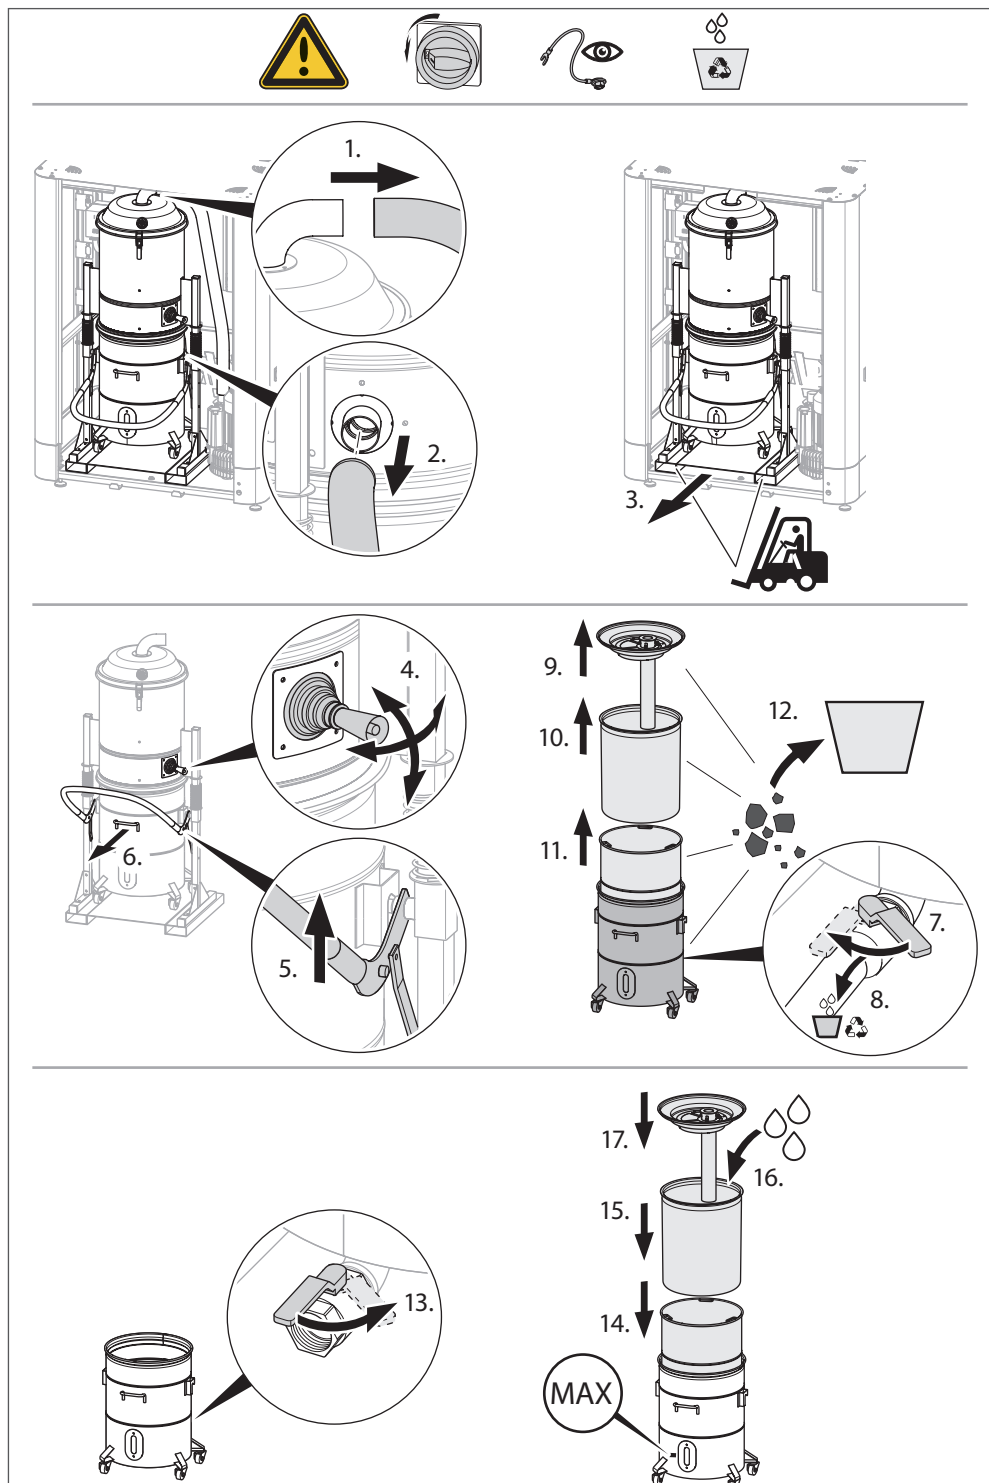

Abb. 60
- » Die Absauganlage aus dem Schrank entfernen, Öl ablassen und alle Bauteile des Auffangbehälters reinigen, wie in Abb. 60 auf Seite 53 beschrieben.